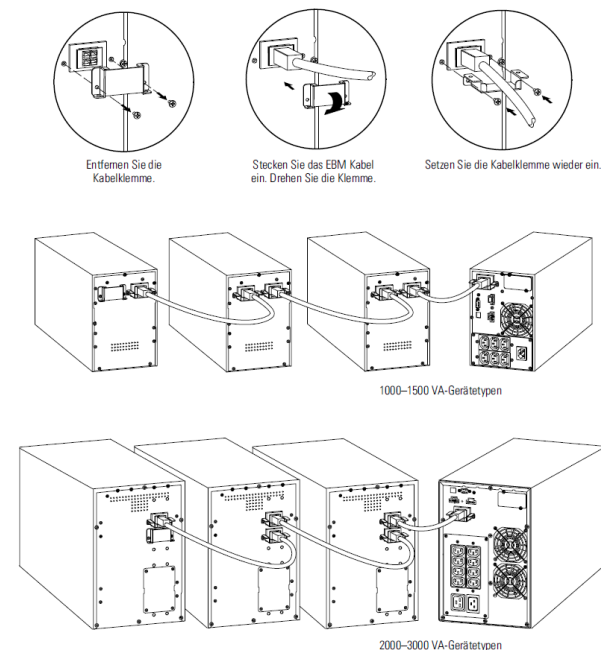

Abbildung 3: Anschließen der Batteriepakete
1. Entfernen Sie die Kabelklemme an der Rückseite der USV-Anlage, die den Batterieanschluss abdeckt. Bewahren Sie Klemme und Schrauben auf (siehe Abbildung 3).
3. **Installation mehrerer Batteriepakete:** Entfernen Sie bei allen Batteriepaketen, außer bei dem zuletzt installierten Batteriepaket, die Kabelklemmen beider Batterieanschlüsse. Beim letzten Batteriepaket bleibt der zweite Batterieanschluss abgedeckt (siehe Abbildung 3).
4. Verbinden Sie alle Steckverbindungen zwischen den Batteriepaketen und der USV-Anlage (siehe Abbildung 3). Bis zu vier Batteriepakete können an die USV-Anlage angeschlossen werden.
5. Montieren Sie alle vorher entfernten Kabelklemmen um 90 Grad verdreht unterhalb der Stecker (siehe Abbildung 3).